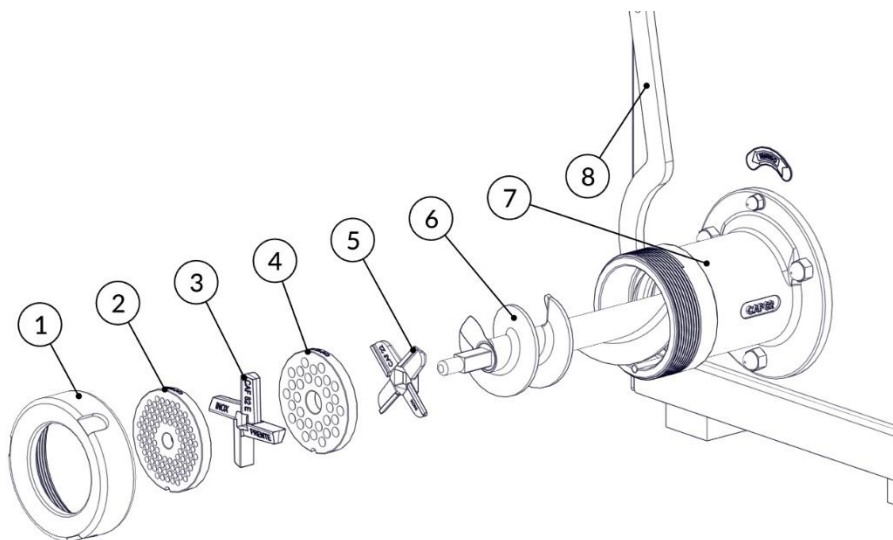

FIG. 6
1. Utilizando a chave do volante (Item 8 - FIG. 6) desrosqueie o volante (Item 1 - FIG. 6);
2. Termine de soltar o volante (Item 1 - FIG. 6) com a mão;
3. Retire o segundo disco, com o furo central menor (Item 2 - FIG. 6);
4. Retire a cruzeta dupla (Item 3 - FIG. 6);
5. Retire o primeiro disco, com o furo central maior (Item 4 - FIG. 6);
6. Retire a cruzeta simples (Item 5 - FIG. 6);
7. Retire o caracol (Item 6 - FIG. 6) do bocal (Item 7 - FIG. 6).